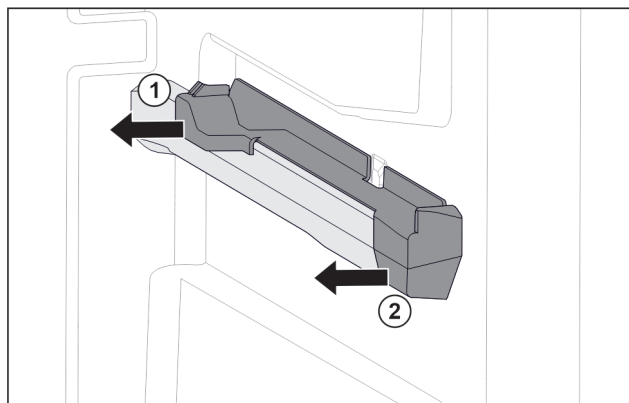

Fig. 17 Pieza de acoplamiento en la nervadura para recipientes derecha
- Retire la pieza de acoplamiento por detrás lateralmente. Fig. 17 (1)
- Retire la pieza de acoplamiento por delante lateralmente. Fig. 17 (2)